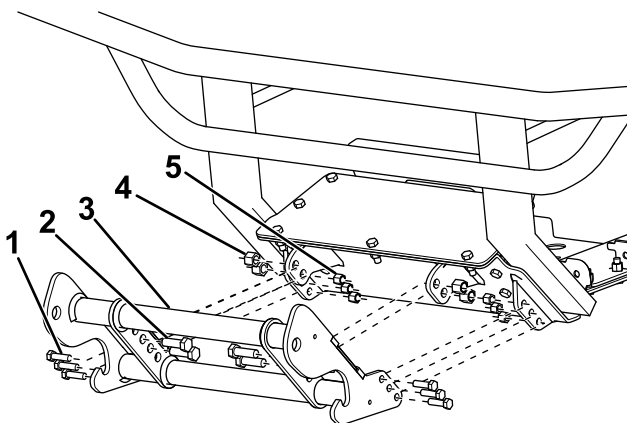

Figura 5
10. Sujete la parte exterior de la viga de empuje a la placa de protección con 6 pernos (3/8") y tuercas (Figura 5).
11. Sujete la parte interior de la viga de empuje a la placa de protección con 4 pernos (1/2") y tuercas (Figura 5).